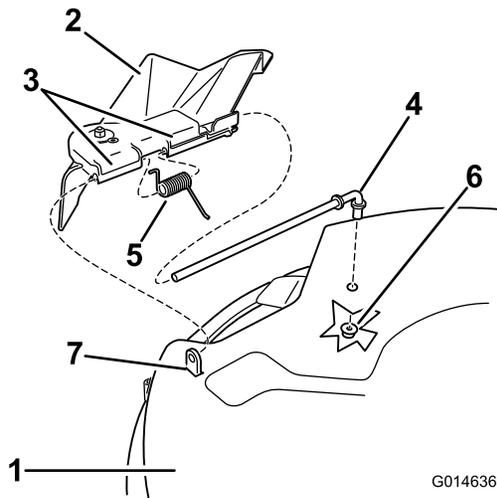

Figura 58
1. Retire la tuerca ($\frac{3}{8}$ ") de la varilla (debajo del cortacésped) (Figura 58).
2. Retire la varilla del espaciador corto, del muelle y del deflector de hierba (Figura 58).
4. Vuelva a colocar el deflector de hierba (Figura 58).
7. Deslice la varilla por el segundo soporte del deflector de hierba (Figura 58).
9. Sujete el extremo trasero de la varilla al cortacésped con una tuerca ($\frac{3}{8}$ "), según se muestra en Figura 58.